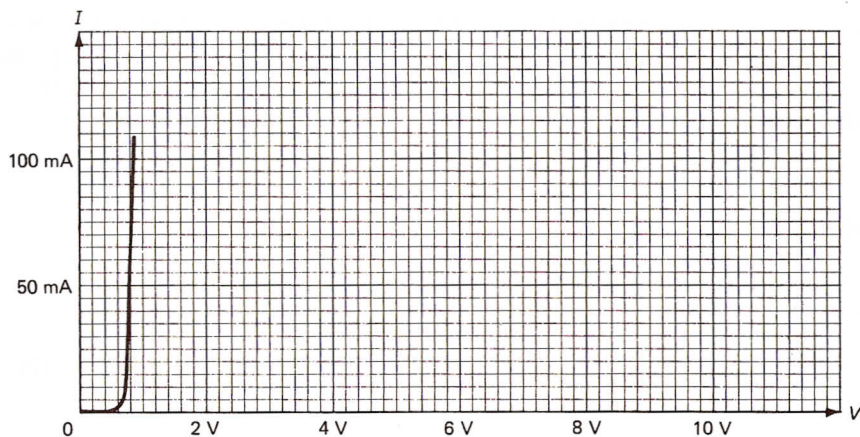

Fig. 2-25
- 2-7 Na Fig. 2-25, qual é a dissipação de potência aproximada do diodo se a corrente for de 50 mA? Qual a potência dissipada quando a corrente for de 100 mA?
- 2-8 Uma fonte de tensão de 8 V leva o diodo a ter um resistor limitador de corrente de 100 Ω . Se o diodo tiver a característica $I - V$ da Fig. 2-25, qual a corrente na extremidade superior da linha de carga? A tensão na extremidade mais baixa da linha de carga? Quais os valores aproximados da tensão e da corrente no ponto Q ? Qual a potência dissipada pelo diodo?
2-17 Calcule a resistência direta aproximada na Fig. 2-25 para cada uma das seguintes correntes: 10 mA, 50 mA, e 100 mA.